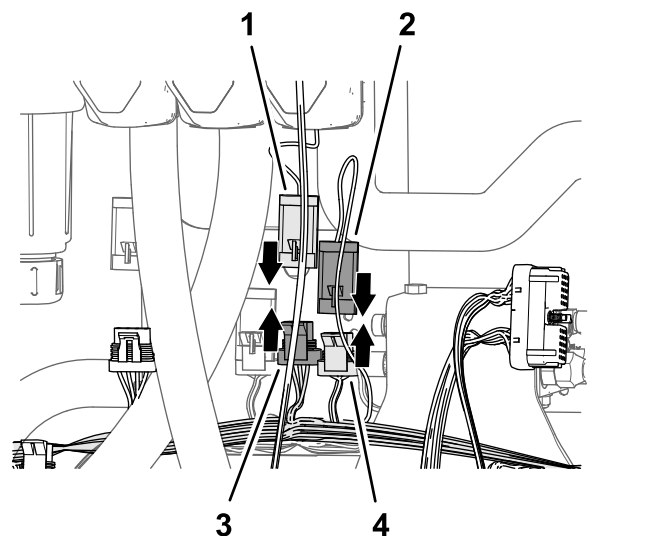

Bild 88
2. Stecken Sie den 3-Stift-Stecker des 89-cm-Kitkabelbaumzweigs, der mit MASTER VALVE beschriftet ist, in den 3-Buchsen-Stecker des Maschinenkabelbaums, der mit MASTER SPRAY VALVE beschriftet ist (Bild 88).
3. Stecken Sie den 3-Stift-Stecker des Aktuators für das Hauptsprühventil in den 3-Buchsen-Stecker des 89-cm-Kitkabelbaumzweigs, der mit MASTER VALVE beschriftet ist (Bild 88).